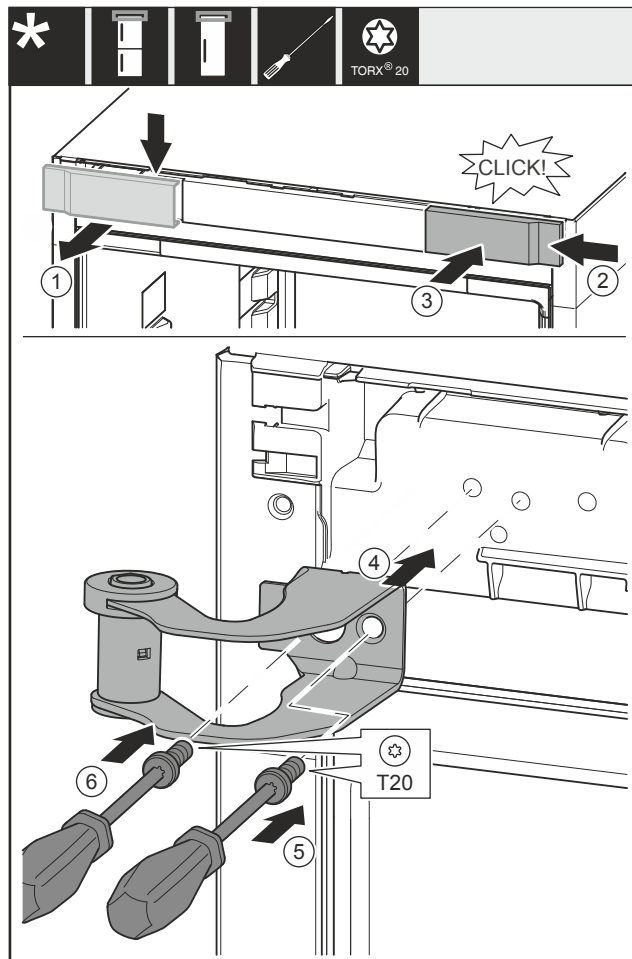

Fig. 34
- ▶ 从上方朝前取下盖板 Fig. 34 (1)。
- ▶ 将盖板 Fig. 34 (2) 旋转 180° 至另一侧从右边挂上。
- ▶ 插入盖板 Fig. 34 (3)。
- ▶ 装上上方的托架 Fig. 34 (4)。
- ▶ 旋紧螺钉 Fig. 34 (5)。
- ▶ 旋紧螺钉 Fig. 34 (6)。